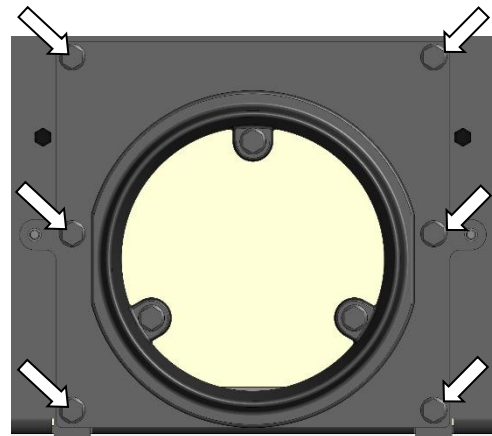

Fig. 15 : vis manchon du tuyau de fumée
3. Retirer le manchon de tuyau de fumée sur la partie supérieure de l'appareil en desserrant les 6 vis (Fig. 15).